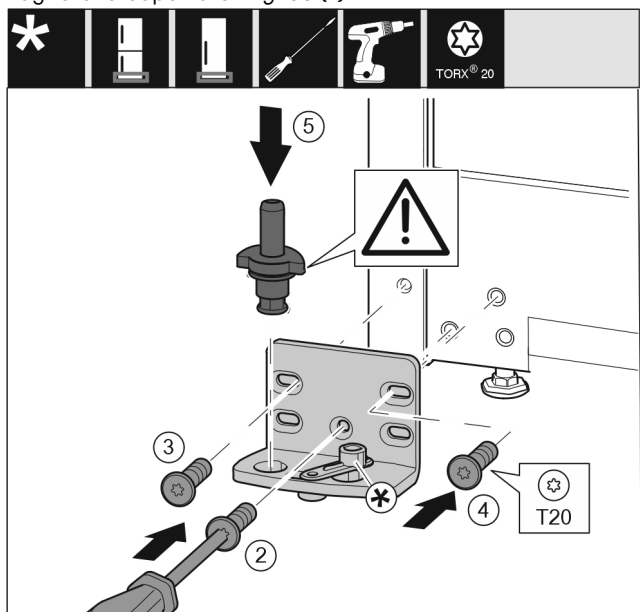

Fig. 36
- Applicare il blocco di supporto sull'altro lato e avvitare con un cacciavite T20. Iniziare dalla vite 2 in basso al centro. *Fig. 36 (2)*
- Serrare la vite 3 e 4. *Fig. 36 (3,4)*
- Inserire completamente il perno di supporto. Fare attenzione che la camma di arresto sia rivolta verso il lato posteriore. *Fig. 36 (5)*